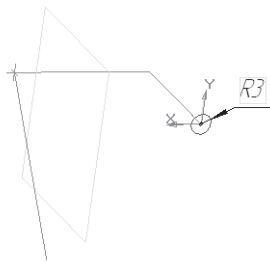

Рис. 417
- постройте окружность с центром в начале координат радиусом 3 мм (рис. 417);